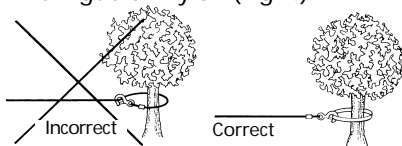

Figure 4
9. N'ATTACHEZ JAMAIS LE CÂBLE SUR LUI-MÊME car ceci pourrait l'endommager. Utilisez une élingue en nylon (Fig. 4)